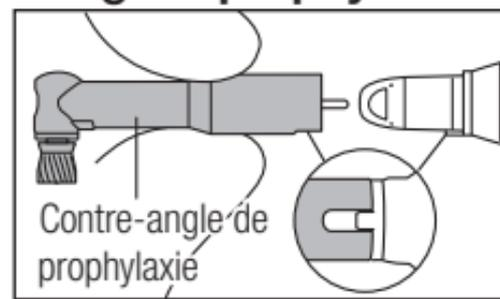

Fig. 6
- 2 Alignez le contre-angle de prophylaxie avec la rainure de la pièce à main et insérez-le profondément dans le mandrin. (Fig. 6)